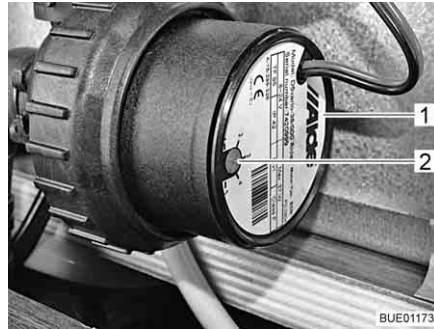

Bild 163 Drehzahlreduzierung
Mit dem Drehregler (Bild 163,2) kann die Drehzahl der Umwälzpumpe eingestellt werden. Bei reduzierter Drehzahl verringern sich die Laufgeräusche der Pumpe.
Der Drehregler befindet sich an der Umwälzpumpe (Bild 163,1).
- Den Drehregler (Bild 163,2) gegen den Uhrzeigersinn drehen. Die Leistung ist verringert.